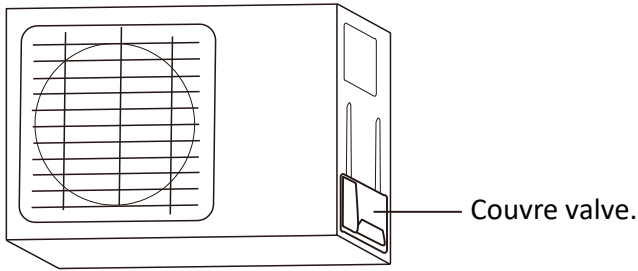

Fig. 5.9
1. Dévissez le couvercle de la valve se trouvant sur le côté du module extérieur. (Voir **Fig. 5.9**)